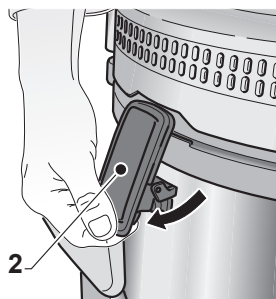
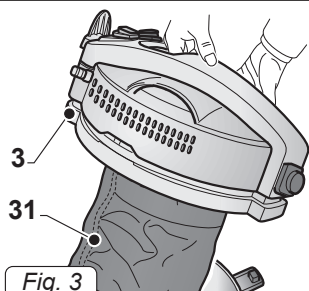
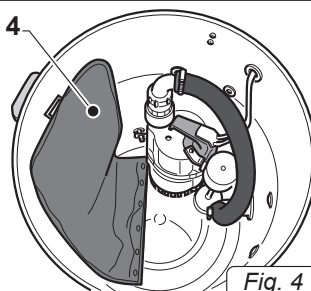

Fig. 2
Fig. 3
Fig. 4
- Sganciare le leve (2 Fig. 2) e rimuovere il coperchio (3 Fig. 3) completo di gruppo motore.
- Verificare che sia presente il sacchetto filtro (4 Fig. 4) all'interno del serbatoio ed il filtro in Nylon (31 Fig. 3).
- Se il sacchetto filtro (4 Fig. 4) non è presente, montarlo agendo come segue:
- Rimontare il coperchio e bloccarlo tramite le leve (2 Fig. 2).